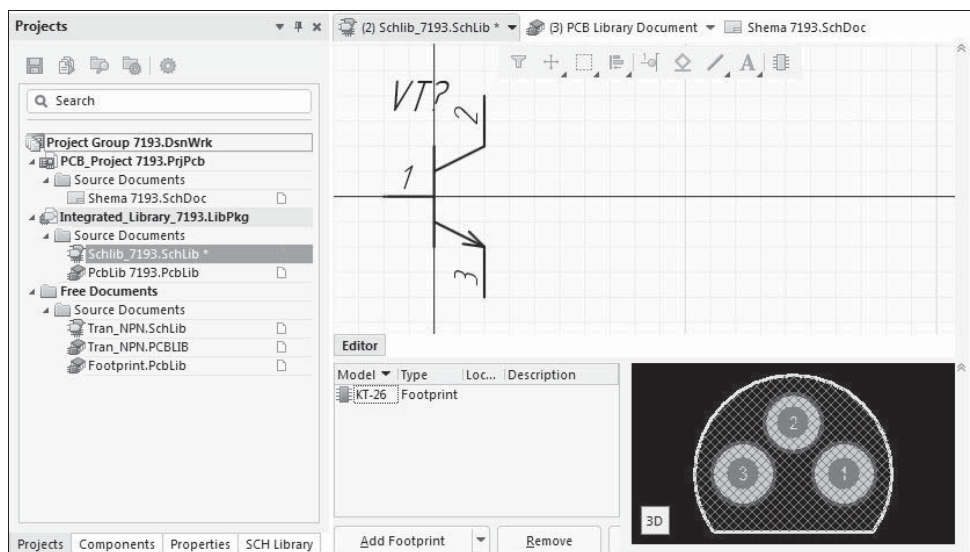

Рис. 2.26. Компонент схемной библиотеки с присоединенным ТПМ
4. Щелчком на кнопке **ОК** завершите присоединение модели — в нижнем поле окна графического редактора схемной библиотеки отображается имя (**Model**), тип присоединенной модели (**Type**) и графическое двумерное или трехмерное изображение ТПМ (рис. 2.26).